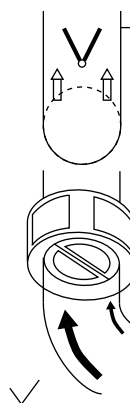

Рис. 1
4. На поворотах трубопровода клапан необходимо устанавливать как на рис.1. Недопустима установка клапана как на рис.2